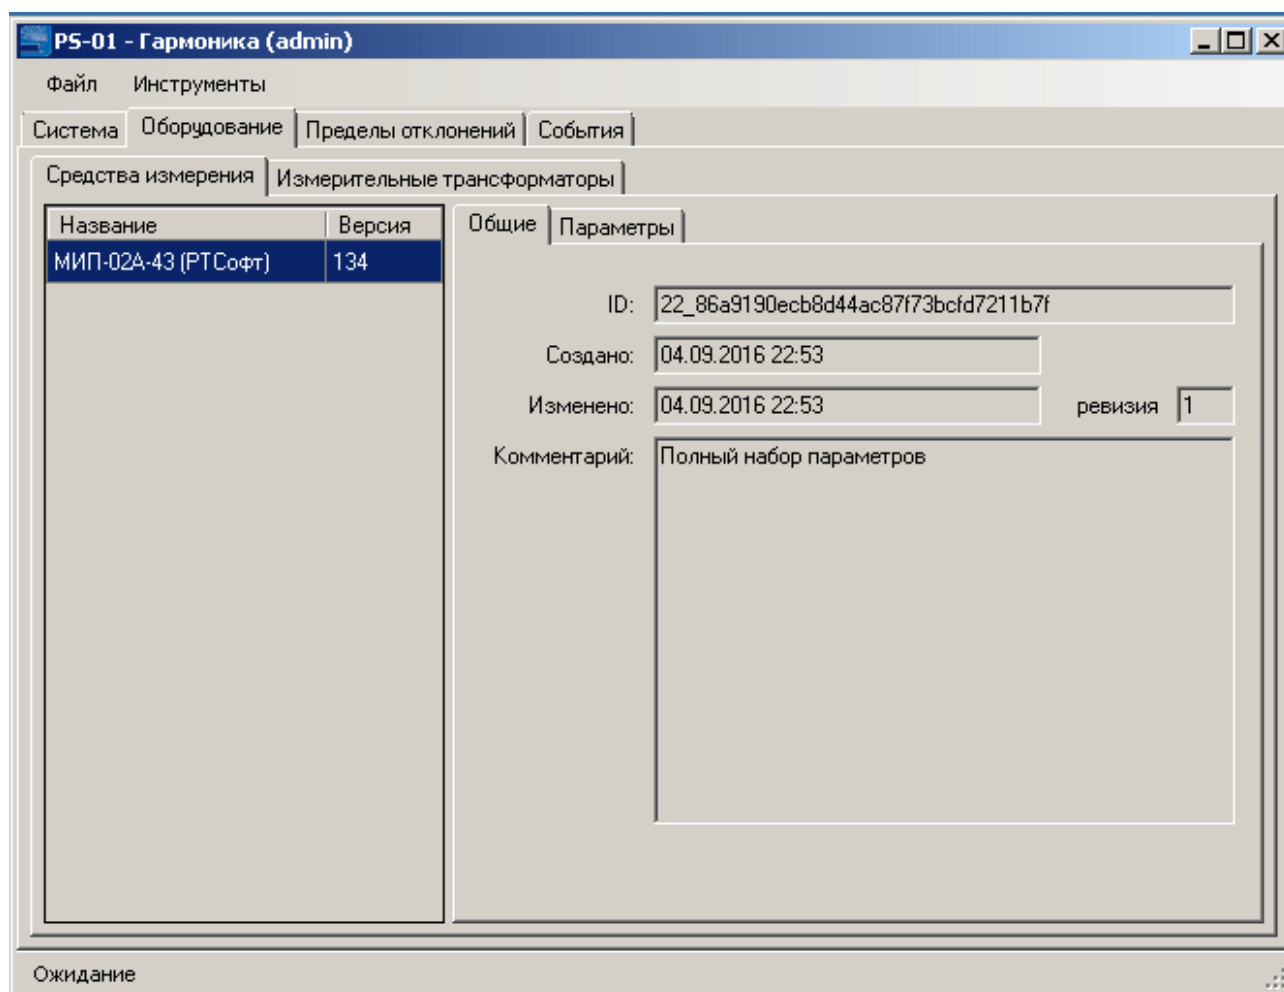

Рисунок 16. Общие свойства пункта контроля
- Средства измерений – вторичные СИ ПКЭ (рисунок 16);